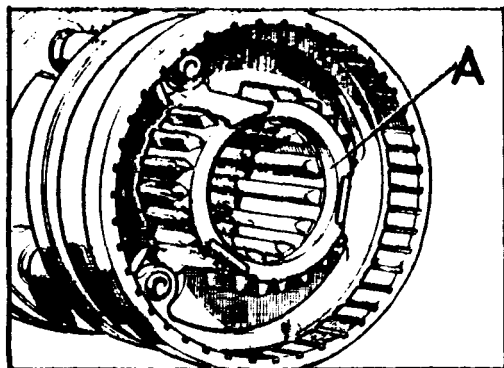

Fig. C-91 Mecanismo sincronizador
- 3.3. Montar el conjunto sincronizado en el eje principal, con la zona rebajada del núcleo interior hacia el piñón de 3ª velocidad (Fig. C-91).
NOTA: Antes de apretar el tornillo, A, de fijación (Fig. C-91), del eje intermediario debemos verificar que la holgura longitudinal que este nos ofrece es inferior a 0,13 mm.